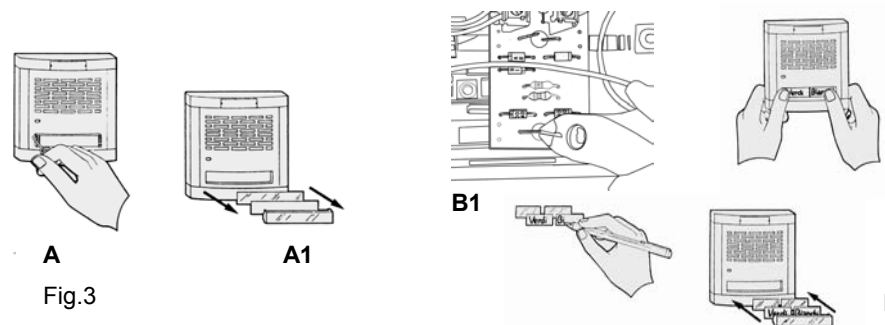

Fig.3
I posti esterni B-fast sono forniti con il tasto di chiamata configurato in versione BIFAMILIARE (fig. 3 B pag.14). Per modificare questa impostazione e rendere il gruppo monoutente (fig. 3 A pag.14) procedere nel modo seguente:
Per il corretto funzionamento del sistema ricordarsi di configurare la funzione dei moduli tasti (operare sui ponticelli) e quindi collegarli al modulo espansione nel modo in cui sono stati configurati Vedi TRASFORMAZIONE TASTO DA SEMPLICE A DOPPIO (fig. 3 B - B1)
I moduli pulsanti vengono forniti con i tasti in configurazione monoutente (**fig. 3 A pag.14**) con cartellino unico. La pressione del tasto sia dalla parte destra che da quella sinistra genererà la chiamata sia sul morsetto P1 che sul morsetto P2. In questa configurazione va ricordato che gli utenti collegabili sono esclusivamente uno per tasto, e che il cablaggio del filo di chiamata dovrà necessariamente essere eseguito sui morsetti DISPARI (P1 P3 P5 P7).
Per configurare il tasto da singolo a doppio utente (**fig. 3 B pag.14**), bisogna effettuare le due attività seguenti. Per quanto riguarda la parte elettrica basterà tagliare il o i ponticelli J1-J4 presenti sul circuito e collegare tutti i fili dei pulsanti (P1,P2,P3.....) . Per effettuare questa operazione e' sufficiente una forbice da elettricista. Per quanto riguarda la parte meccanica, e' necessario trasformare l'alloggiamento del cartellino porta nome esterno da singolo a doppio. Per fare ciò, bisogna intervenire sulla parte esterna del tasto modificando il porta cartellino. L'accessibilità è ottenuta utilizzando l'apposito attrezzo in dotazione, facendo leva in uno qualsiasi dei quattro angoli del copritasto. Gli accessori porta cartellini ed i cartellini sono forniti a corredo dei moduli tasti. *Per la trasformazione del tasto da singolo a doppio , operare nel modo indicato nelle figure (fig.3 A -B pag.14).*
2.12Montare i cartellini porta nome sul tasto (fig. 3 – A e B pag.14).